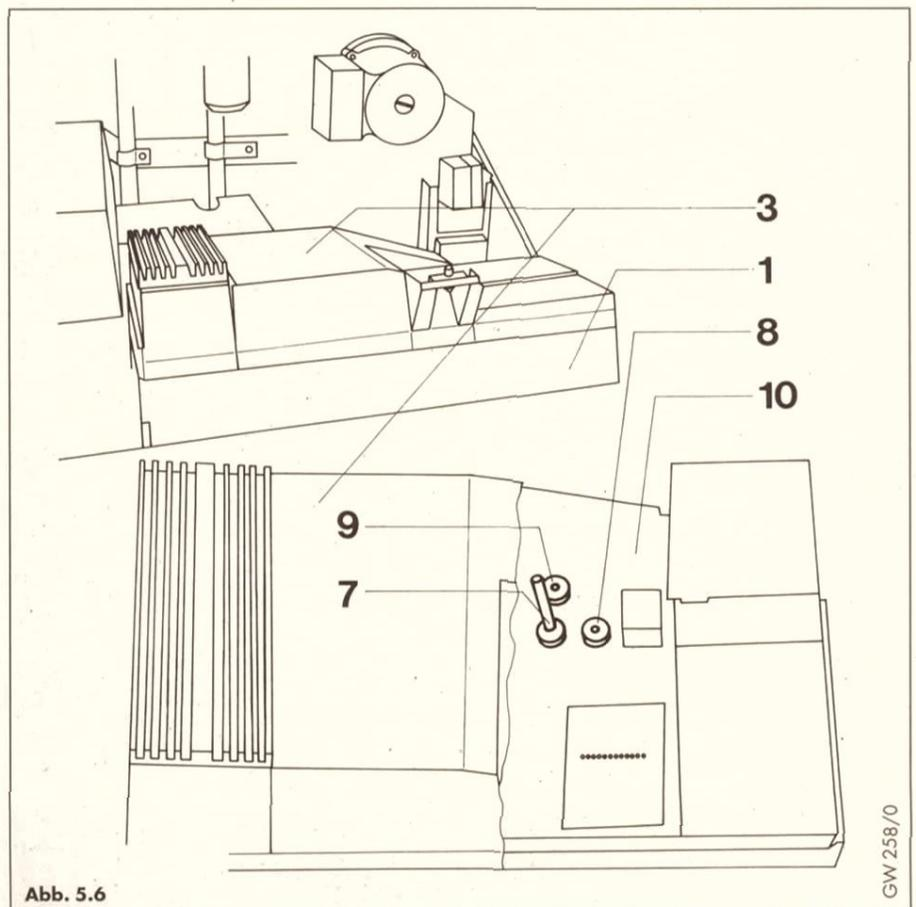

Abb. 5.6
Je nach Position des Potentiometers* (8, Abb. 5.6) für die Heizungspumpe (I, II, III oder S) sind folgende Betriebsarten möglich:
- Den linken Taster (2) betätigen bis im Display d1 erscheint.
- Anschließend den rechten Taster (3) betätigen, um die Anzeige der Betriebsart zu aktivieren.
- Durch Drehen am Potentiometer (8, Abb. 5.6) kann die gewünschte Betriebsart eingestellt werden.
Legende zu Abb. 5.6